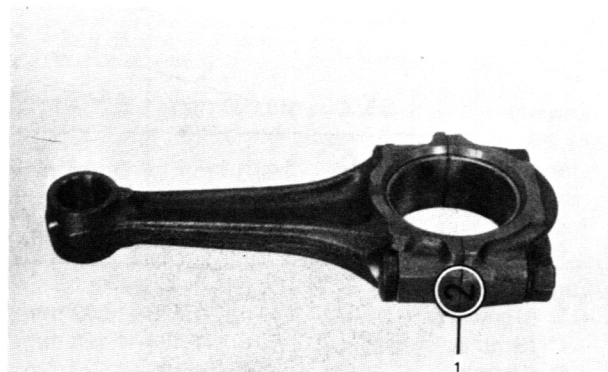

Bild 99
- Die Kennnummer («1» in Bild 99) des entsprechenden Pleuellager-Innendurchmessers ermitteln und notieren.